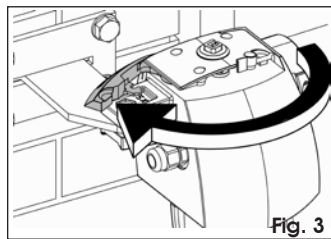

Fig. 3
4. Ruotare la leva di sblocco sino al suo arresto (Fig. 3).